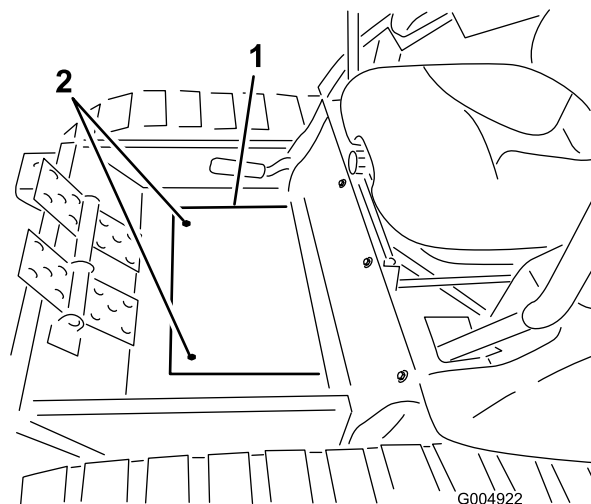

Рисунок 58
4. Установите крышку панели пола (Рисунок 58).